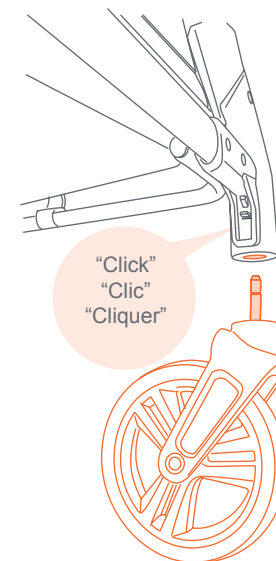

Fig. 2
- 2) Push each front wheel peg into the front wheel hole until they lock into place (Fig. 2).
- Empuje cada clavija de la rueda delantera en el orificio de la rueda delantera hasta que se bloqueen en su lugar (Fig. 2).
- Poussez chaque cheville de roue avant dans le trou de la roue avant jusqu'à ce qu'elle se verrouille en place (Fig. 2).